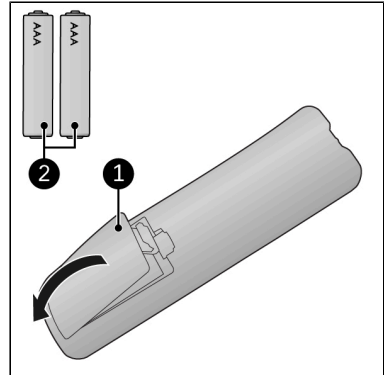

Abbildung 46.
1. Entfernen Sie die Abdeckung (Abbildung 46, Pos. 1).
3. Legen Sie zwei Batterien (AAA 1,5 V) (Abbildung 46, Pos. 2) wie angegeben im Batteriefach ein. Stellen Sie sicher, dass die Batterien richtig eingelegt sind.